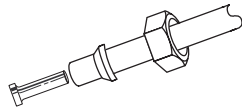
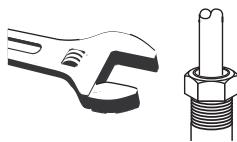

Figura 3
Figura 4
5. Sobre una de las secciones restantes de la tubería, introduzca la tuerca hexagonal de compresión y la férula en la tubería y coloque la inserción del tubo (ver Figura 3). Asegure este conjunto contra la boquilla de salida del suministro de agua de 3/8". No apriete en exceso (Ver Figura 4). Apretar en exceso hará que la tubería se separe del accesorio.